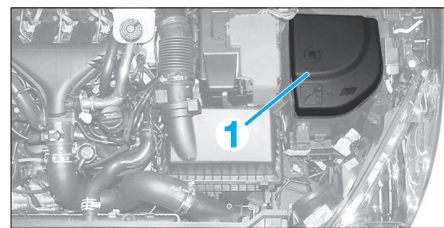

Fig. 51
- le couvercle de la boîte à fusibles du compartiment moteur (1) (Fig.51),